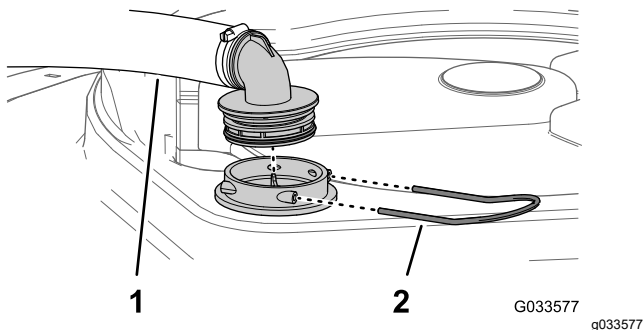

Bild 55
2. Nehmen Sie oben am Sprühbehälter den Halter ab, mit dem das Schlauchanschlussstück befestigt ist, das am dicken Schlauch und dem Filtergehäuse angeschlossen ist (Bild 55).
3. Nehmen Sie den Schlauch und das Schlauchanschlussstück vom Filtergehäuse ab (Bild 55).